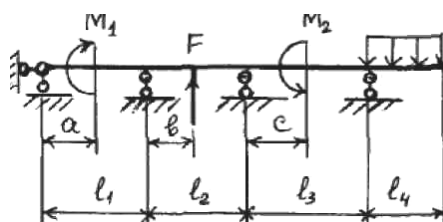

Рис. 2 Область рішення задачі
3. Розрахувати задачу термонапруженого стану конструкції: За умови, що $l_1 = b = 2$ м, $l_2 = 3$ м, $l_3 = l_4 = a = c = 1$ м. $F = 1$ кН, M_1 і M_2 відповідно 0.6 і 0.8 кНм. $q = 0.5$ кН/м. Балка має квадратний переріз. Розміри перерізу балки – 100×100×5 мм. Балка знаходиться в умовах вільної конвекції ($\alpha = 5$ Вт/(м²·К) при $T = 300$ К). У місці закріплення до балки підводиться тепловий потік потужністю $Q = 500$ Вт (рис. 2).